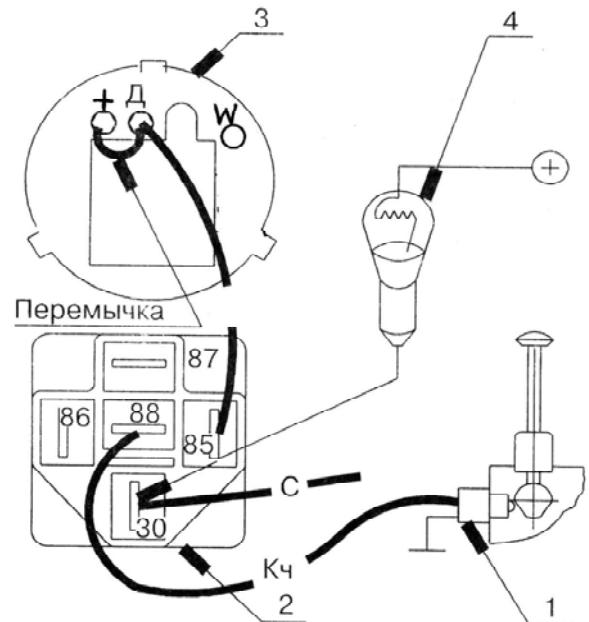

Рис. 13. Проверка исправности реле
- г) проверьте исправность реле блокировки (К2) (рис. 13):